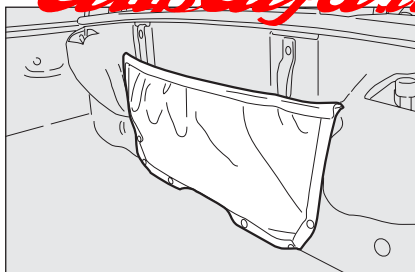

fig. 78
- Aprire gli sportelli inseriti sui rivestimenti finizioni anteriori, svitare i pomelli ed estrarre il Wind stopper, ricoverandolo nell'apposita tasca realizzata sulla parete anteriore del vano capote **fig. 78**.
Inserire il Wind stopper all'interno della tasca prevista sulla parete anteriore del vano capote **fig. 78**, assicurandosi del corretto inserimento nella sua sede e completare il ciclo di chiusura della capote.